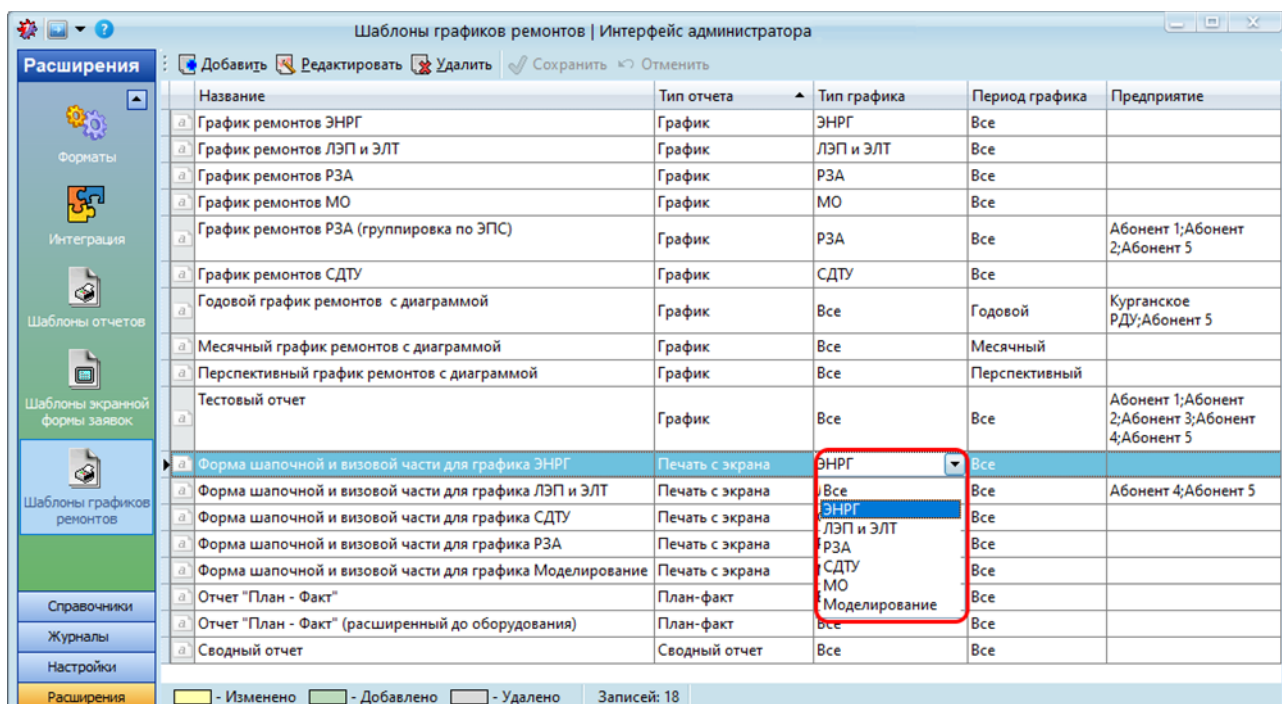

Рисунок 9.22 – Выбор типа графика для шаблона отчета
- в раскрывающемся списке «*Тип графика*» выбрать пункт «ВСЕ» (для всех типов графиков) или необходимый тип графика («ЭНРГ», «ЛЭП и ЭЛТ», «РЗА», «СДТУ», «БРЭЛЛ») (Рисунок 9.22);